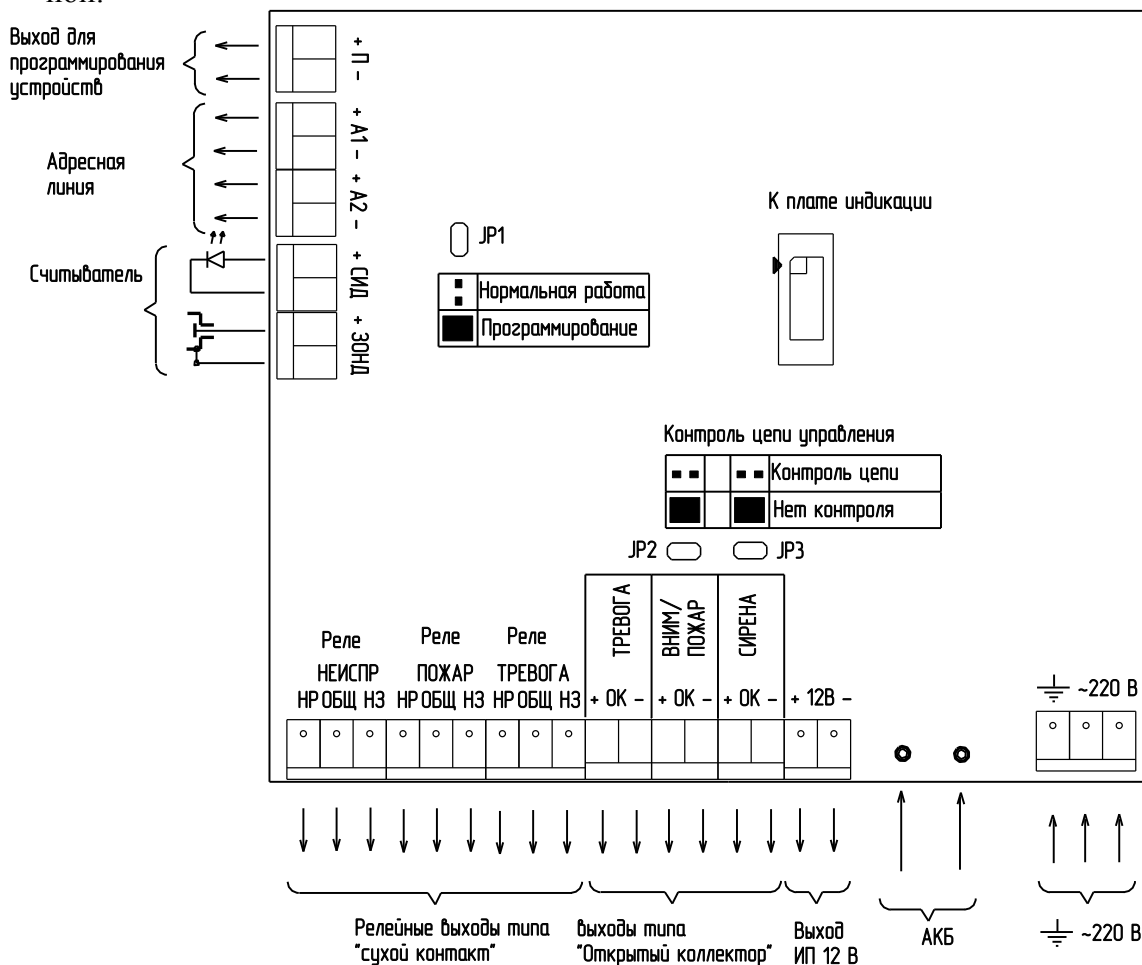

Рис. 3. Расположение клемм подключения на системной плате АПКП.
5.1.3. На системной плате (рис.3) расположены клеммы:
5.1.4. На системной плате рис.3 расположены три перемычки (три джампера):